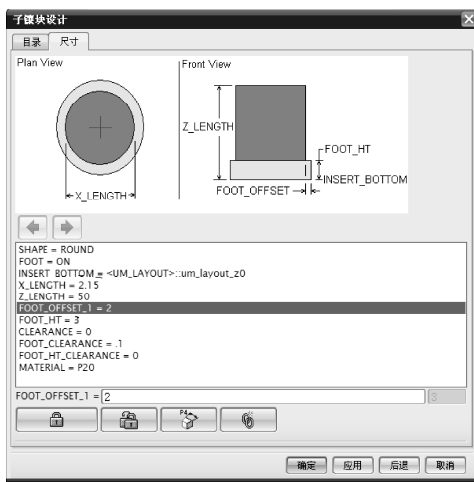
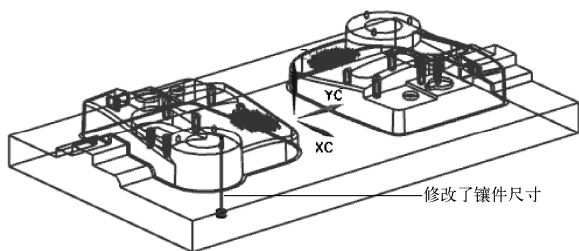

图 8-19 修改镶件尺寸
图 8-20 修改了尺寸的镶件
(2) 修改镶件尺寸。在图 8-15 所示的【子镶块设计】对话框单击【尺寸】选项卡，如图 8-19 所示修改相关尺寸，X_LENGTH=2.15（测量小圆柱底部直径），Z_LENGTH=50，FOOT_OFFSET_1=2。在图 8-19 所示对话框单击【确定】按钮，修改镶件尺寸，如图 8-20 所示。